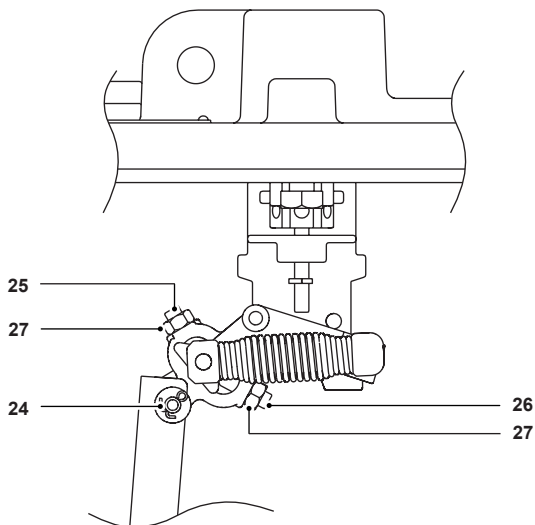

Abb. 12
Hinweis: Die Justierschrauben am Mechanismus (Abb. 12, Positionen 25, 26) sind werkseitig eingestellt und dürfen während der folgenden Wartungsverfahren nicht verdreht werden.
- a. Die Welle (Position 24, Abb. 12) vom Mechanismenende der Hebelstange entfernen und Schwimmer und Hebestange zur gegenüberliegenden Seite der Trägerstange drehen.